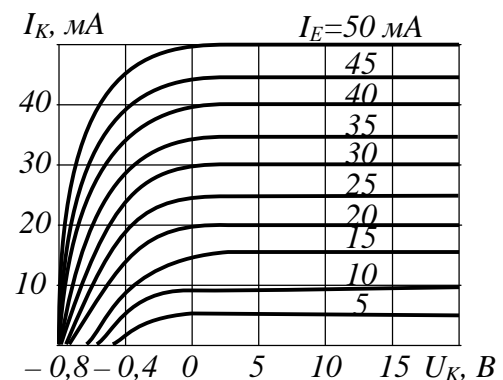

Рис. 10.7
**10.40.** За сімейством вихідних характеристик транзистора МП41 у схемі із загальною базою (рис. 10.7) визначити зміну струму колектора, якщо при напрузі колектора 10 В струм емітера міняється від 15 до 35 мА.
**10.41.** Для транзистора МП41 у схемі із загальною базою, сімейство вихідних характеристик якого наведено на рис. 10.7, визначити в робочій точці А струм емітера, струм колектора і напругу на колекторі, якщо потужність втрат на колекторі  $P_K = 150$  мВт, а опір постійному струму  $R_o = 402$  Ом.
МП41 у схемі із загальною базою (рис. 10.7), визначити потужність, що розсіюється на колекторі, при напрузі 5 В і струмі емітера 30 мА.